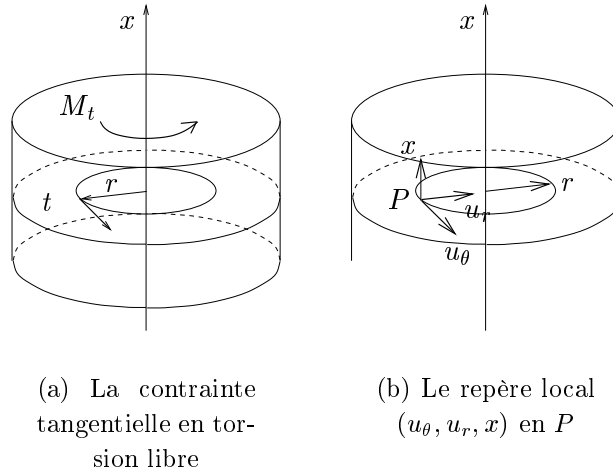

FIG. 4 –
La seule contrainte non nulle qui s'exerce sur une facette de section droite est une contrainte tangentielle t dirigée suivant la normale au rayon vecteur (voir figure 4(a) page suivante).
2. On se place en un point P situé à une distance r du centre et, en ce point, on considère le repère local (u_θ, u_r, x) (voir figure 4(b)). **On admet** que, dans le repère (u_θ, u_r, x) , le tenseur des contraintes a la forme suivante